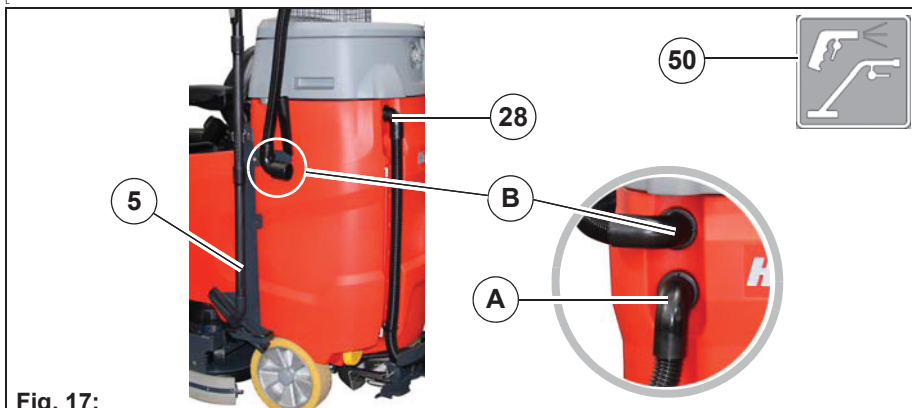

Fig. 17:
1. Placer le tuyau d'aspiration **Fig. 17-28** dans la position de rangement **Fig. 17-A**.
2. Enfoncer le tuyau de l'outil dans l'ouverture de l'aspiration **Fig. 17-B**.